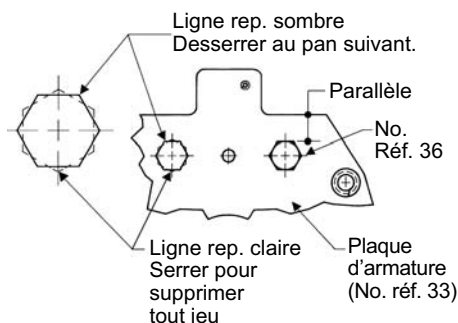

Figure 10
**REMARQUE** : Il convient de ne serrer les vis (No. réf. 36) que pour supprimer tout jeu. Tournez ensuite la vis dans le sens antihoraire de façon à ce que le pan suivant soit parallèle au bord de la plaque d'armature (No. réf. 33) (Voir Figure 10).